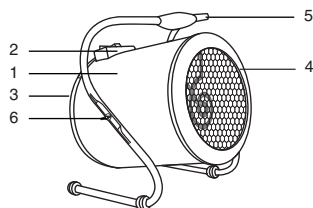

Рис. 1
Тепловентилятор (ВНР-3.000С, ВНР-5.000С) предназначен для обогрева и просушки (воздуха, поверхностей) в производственных, общественных и вспомогательных помещениях. Исполнение тепловентилятора – переносное, рабочее положение – установка на полу, условия эксплуатации – работа под надзором, режим работы – повторно-кратковременный. Несущая конструкция тепловентилятора (см. рис.1) состоит из кожухов наружного (1) и внутреннего, изготовленных из листовой стали и имеющих цилиндрическую форму. Во внутреннем кожухе размещены вентилятор и трубчатые электронагревательные элементы. Снаружи кожуха расположен корпус блока управления (2). Кожух наружный, закрытый воздухозаборной (3) и воздуховыпускной (4) решетками, винтами устанавливается к ручке-подставке (5) и имеет возможность поворота в вертикальной плоскости. Угол поворота фиксируется гайками (6). Вентилятор затягивает воздух через отверстия воздухозаборной решетки. Воздушный поток, втянутый вентилятором в корпус, проходя между петлями трубчатых электронагревательных элементов, нагревается и подается в помещение через отверстия воздуховыпускной решетки.